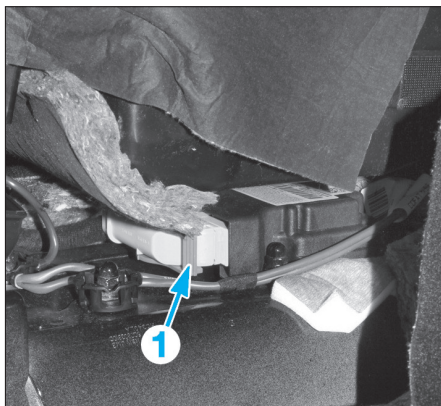

FIG. 10
- Débrancher le connecteur (1) (Fig.10).